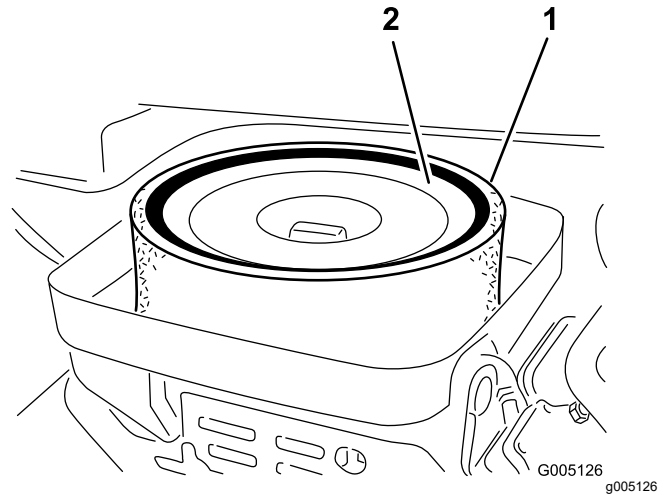

Figura 26
3. Retire la tuerca de orejeta que sujeta los elementos al cuerpo del limpiador de aire (Figura 26).
4. Si el elemento de espuma está sucio, sepárelo del filtro de papel (Figura 26). Límpielo a fondo de la manera siguiente: